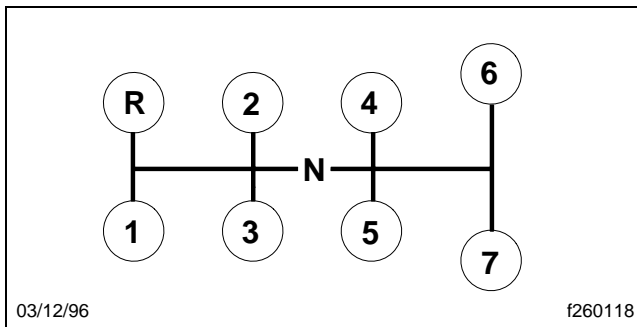

Fig. 8.10, Configuration des rapports de la boîte Spicer à 7 vitesses
Les boîtes Spicer à 7 vitesses ont sept rapports de marche avant et un rapport de marche arrière. Consultez la **Fig. 8.10** pour connaître la configuration des rapports.
4. Continuez à passer aux rapports supérieurs en utilisant la méthode décrite à l'étape 3 ci-dessus. Consultez la **Fig. 8.10** pour connaître la configuration des rapports.